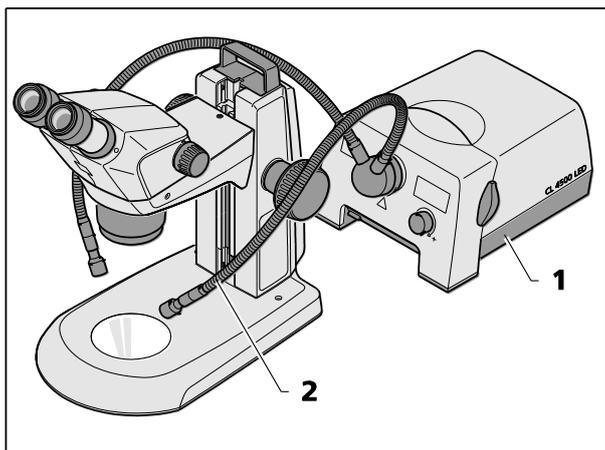

Fig. 15 Montage de l'éclairage externe à fibre optique
- Allumer le dispositif externe d'éclairage par fibre optique (Fig. 15/1), régler l'intensité de l'éclairage et l'éclairage en pliant les deux flexibles (Fig. 15/2) de manière à ce que l'échantillon soit éclairé de manière optimale.